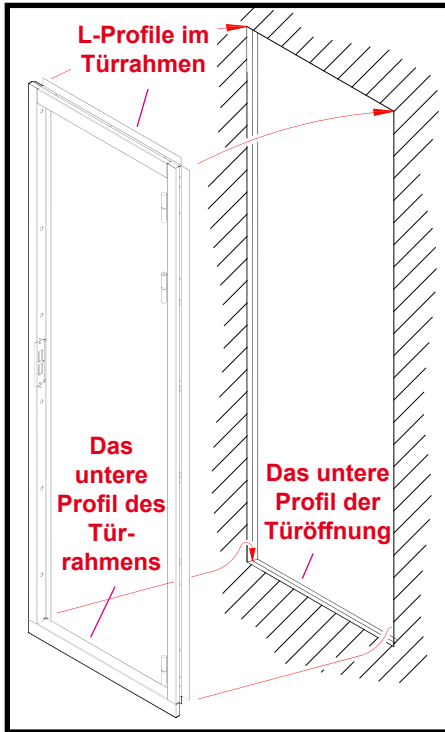

Bild 1.
Wenn der Türrahmen mit als Sonderausstattung mitgelieferten L-Profilen ausgestattet ist (siehe Bild 1), kann die Montage des Rahmens nicht in jedem Punkt gemäß dieser Anleitung erfolgen!
Zur Sicherheit schrauben Sie die Schrauben zunächst nur bis zur Mitte der tiefen Schraublöcher ein, damit Sie nachregulieren können (das kleinere Bild 1).
1. Befestigen Sie den zweiten Rahmen (anderer Anschlag) von der anderen Kabinenseite in der Türöffnung gemäß Anleitung Bild 1 - 5.